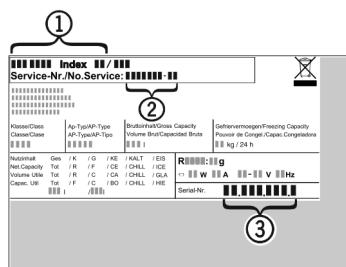

Fig. 37
- Gerätbezeichnung Fig. 37 (1), Service-Nr. Fig. 37 (2) und Serial-Nr. Fig. 37 (3) vom Typenschild ablesen. Das Typenschild befindet sich an der linken Geräteinnenseite.
- Den Kundendienst benachrichtigen und den Fehler, Gerätbezeichnung Fig. 37 (1), Service-Nr. Fig. 37 (2) und Serial-Nr. Fig. 37 (3) mitteilen.